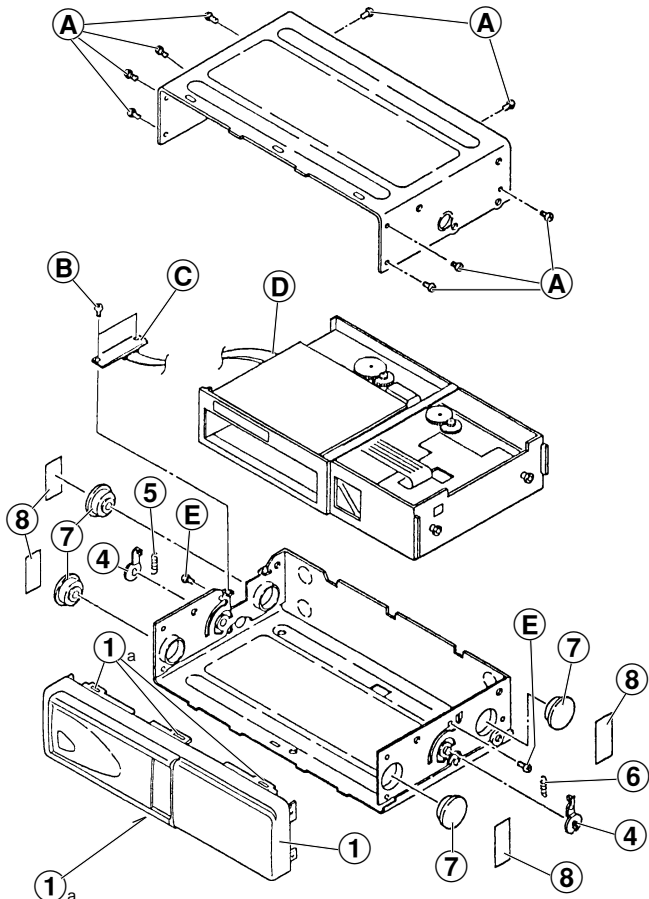

Fig. 1
1. Ausbau des Gehäuses (MCD 36) Fig. 1
1. Disassembling the Cabinet (MCD 36) Fig. 1